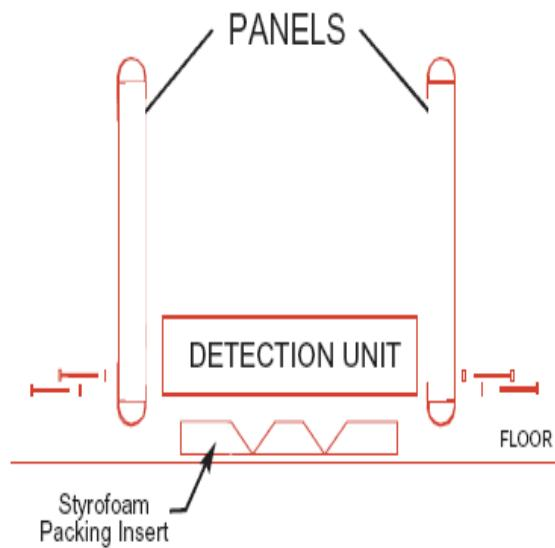

FIGURA 2-2
**3.** Coloque cualquiera de las seis piezas del embalaje en el suelo, como se muestra en al figura 2-2.